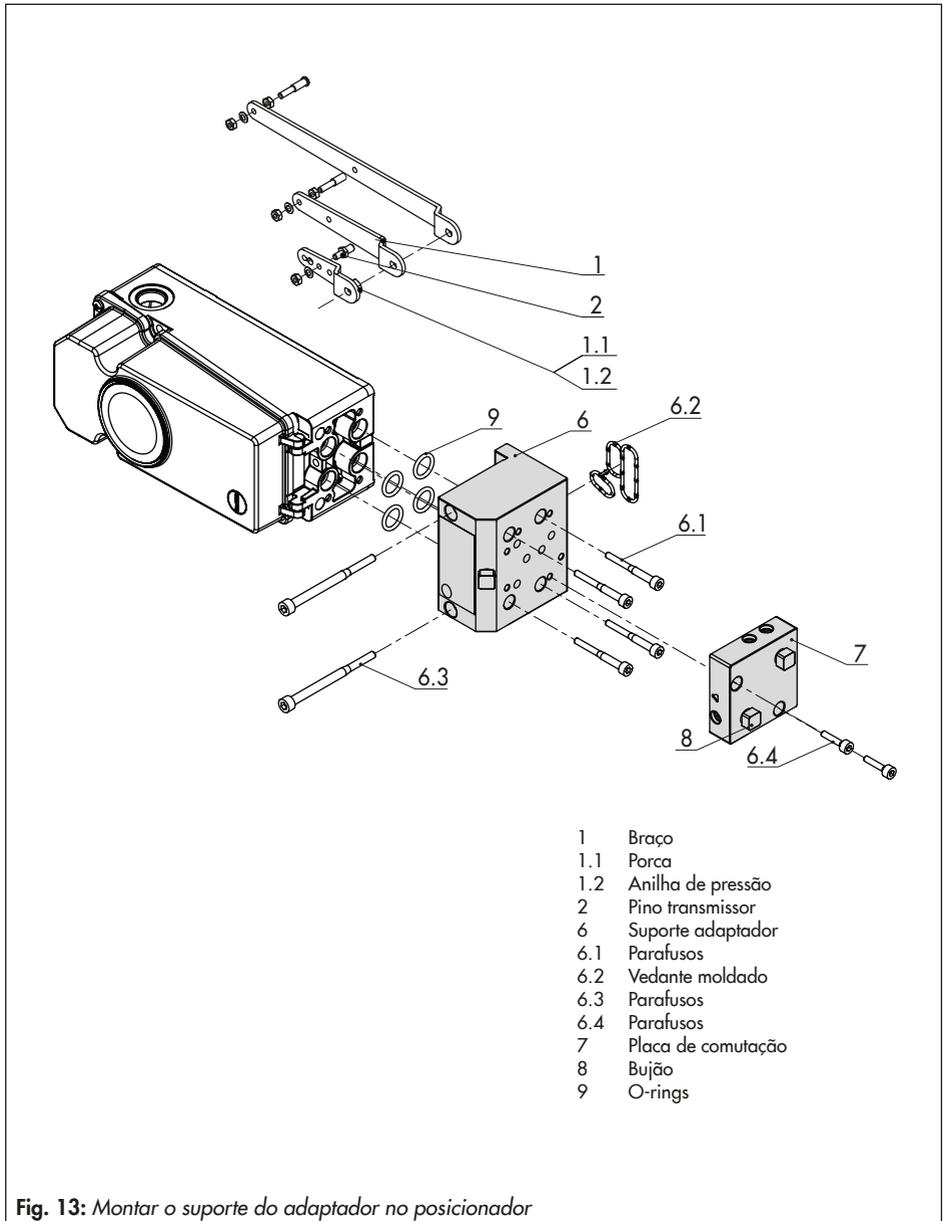

Fig. 13: Montar o suporte do adaptador no posicionador
10. Coloque o posicionador de forma a que o pino transmissor (2) assente no topo do dispositivo de arraste (3). O braço (1) deve assentar no dispositivo de arraste com a força da mola.
11. Aperte o posicionador no bloco adaptador (13) utilizando os dois parafusos de aperto (6.3). Certifique-se de que o vedante moldado (6.2) assenta corretamente (consulte Fig. 13).